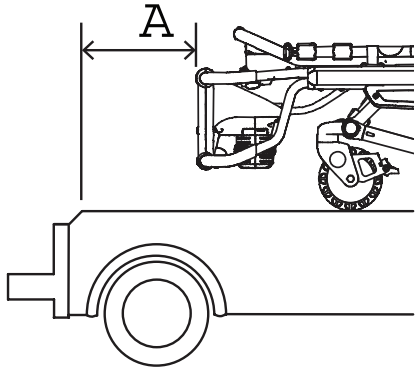

Figure 4 – distance entre seuil et civière de (A)
1. sélectionner la distance entre seuil et civière (A) (Figure 4).
2. Dans le tableau ci-dessous, sélectionner la section en fonction de la distance entre le seuil et la civière (A).